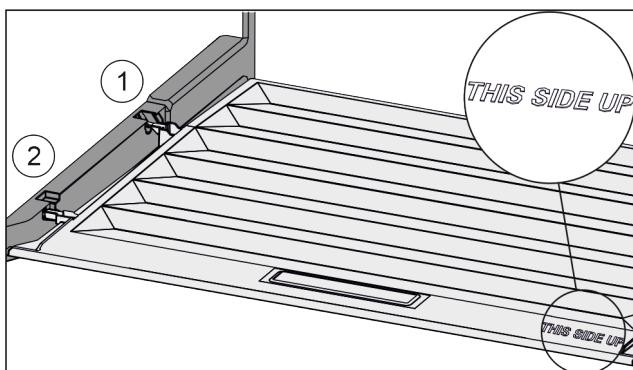

Fig. 47
- Introduceți nervura capacului prin orificiul suportului posterior Fig. 47 (1) și înclicheați-l în față în suport Fig. 47 (2).